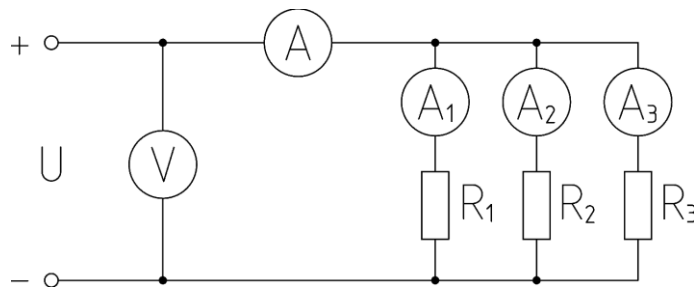

Рисунок 5. Электрическая схема параллельной цепи
2.1. Собрать электрическую схему параллельной цепи (рисунок 5).